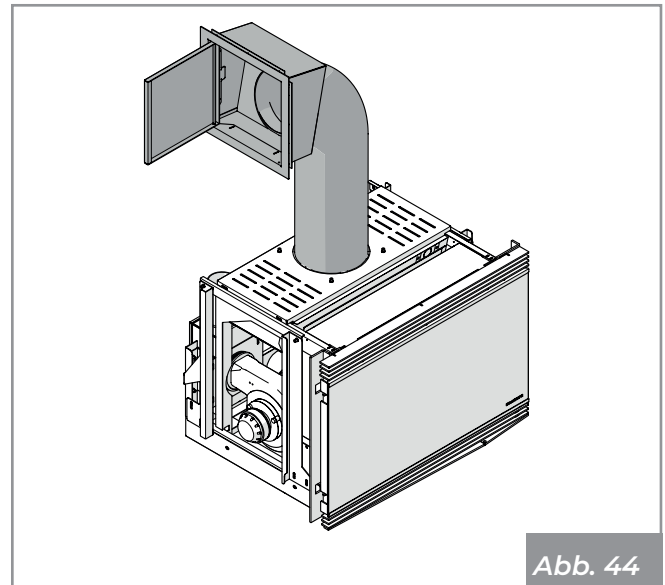

Abb. 44
- Ladesystem mit flexiblem Metallrohr und Ladetür (Abb. 44).